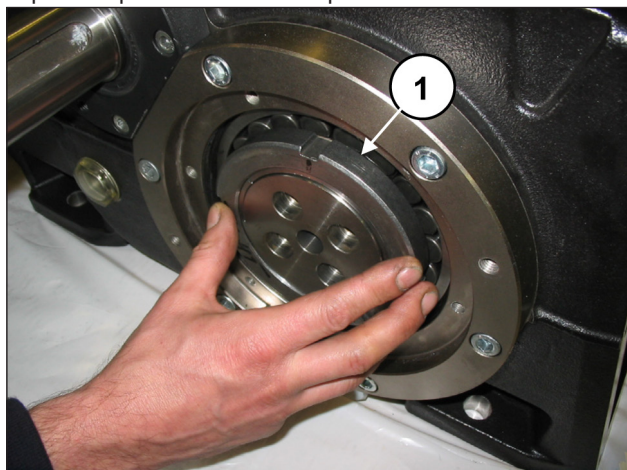
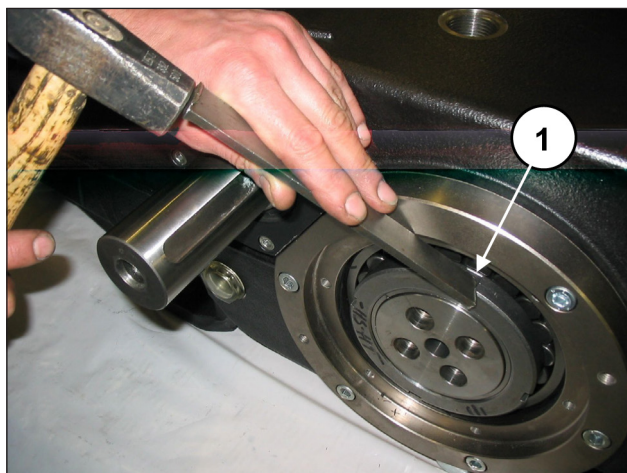

Fig. 16
Fig. 17
En uno de los lados, enroscar una corona de tipo SKF KM20 en el casquillo de presión (pos. ①, Fig. 16) y desbloquear el casquillo con una herramienta de percusión (pos. ①, Fig. 17), sin extraerlo.